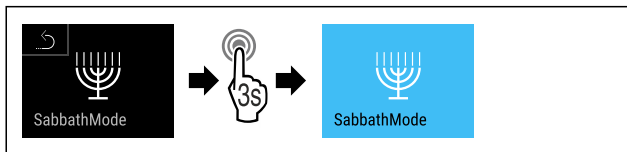

Fig. 12
- Suivre les étapes (voir Fig. 12) .